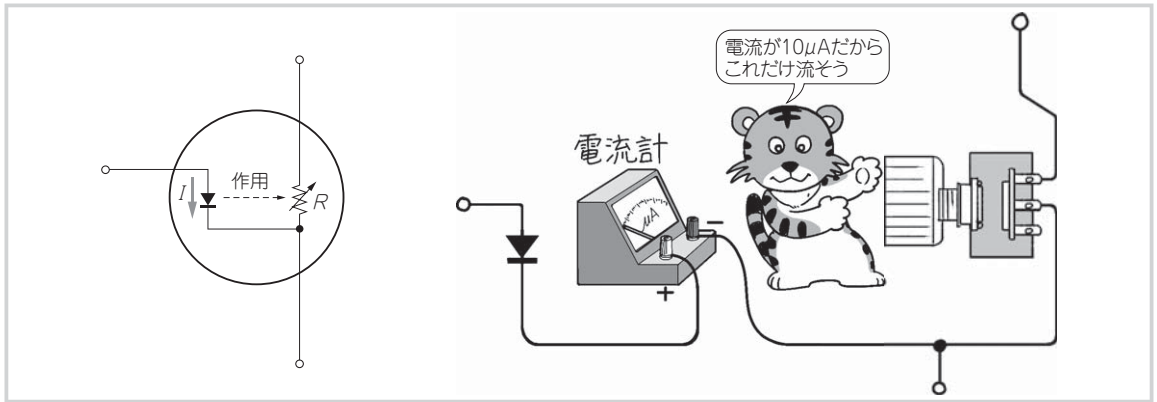

図2 バイポーラ・トランジスタのイメージ
- ① 制御端子に電流が流れてしまうのが少し厄介？だが、制御端子に流れる電流によって、内蔵されている抵抗器に流れる電流が、制御端子の電流に比例するように働くバイポーラ・トランジスタ(図2)